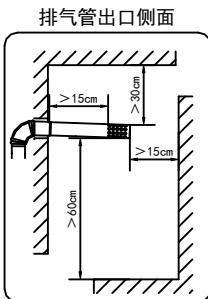

图4-5
(1) 必须使用本热水器所配用的专用烟道，安装方法见图4-5。如烟道较短可根据需要适当加长。每半年检查一次，检查烟道有无破损，漏烟等现象。
(2) 如烟道较短可根据需要适当加长，建议延长最大限度不超过3个弯头3m直管。